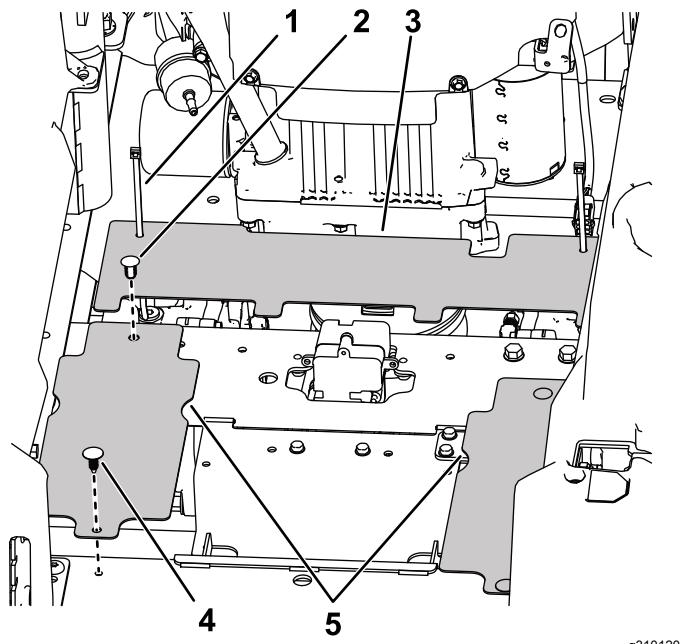

図6
4. 後部ガードパネルの歯をセンターフレームのノッチに取り付け、図 6 のようにケーブルタイで固定する。
5. プッシュリベットを使用して、ベルトガードパネルをフレームに 図 6 のように取り付ける。